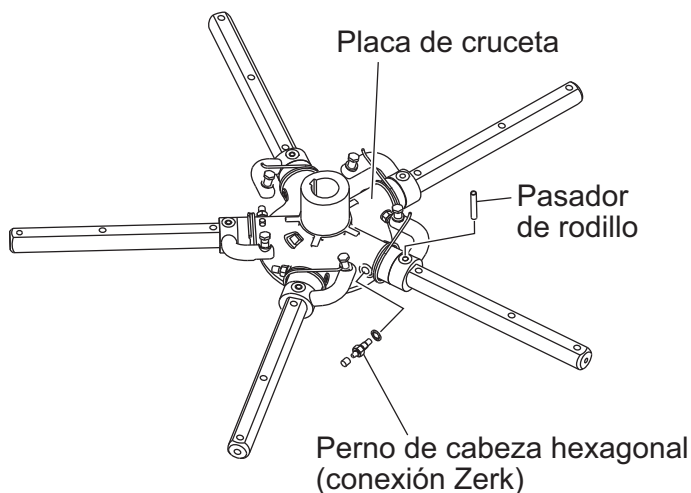

Figura 40. Retirada del pasador de rodillo y de la graser Zerk
2. Cada brazo de alisadora se mantiene en posición en la placa de la cruceta mediante un perno de cabeza hexagonal (grasera zerk) y un pasador de rodillo. Quite tanto el perno de cabeza hexagonal como el pasador de rodillo (Figura 40) de la placa de la cruceta.